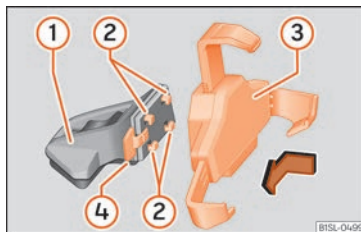
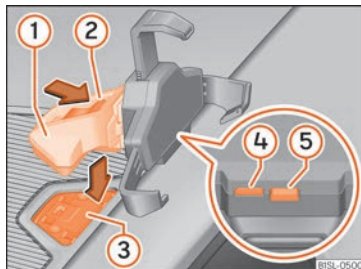

Abb. 106 Universalhalterung und Haltearm zusammenbauen.
Abb. 107 In der Mittelkonsole: Öffnungsverschluss für die Aufnahme des Infotainment-Systems
- Drücken Sie die Entriegelungstaste »» **Abb. 107** (5) bis sich der obere Arm der Universalhalterung löst.
- Installieren Sie ggf. die Aufnahme für das Smartphone »» **Abb. 107** (4).
- Setzen Sie das Smartphone in die untere Halterung ein. Um die unteren Halterungen einzustellen, drücken Sie die Taste »» **Abb. 107** (4).
- Halten Sie die Universalhalterung »» **Abb. 106** (3) fest und drücken Sie die Entriegelungstaste »» **Abb. 106** (4).
- Halten Sie den Haltearm »» **Abb. 107** ① fest und drücken Sie die Entriegelungstaste »» **Abb. 107** ④ in Pfeilrichtung.
- Stecken Sie die Universalhalterung »» **Abb. 106** ③ in die Verrastungen ② des Haltearms ①.
- Bewegen Sie die Universalhalterung seitlich in Richtung der Verriegelung ④ bis die Halterung hörbar einrastet »» ⚠.
- Setzen Sie den Haltearm »» **Abb. 107** ① von oben in die Halteplatte »» **Abb. 107** ③ ein und drücken Sie ihn nach unten bis er hörbar einrastet »» ⚠.